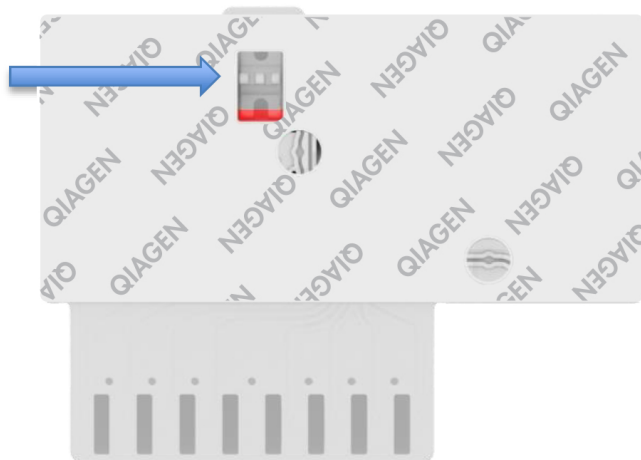

Рис. 23. Окно проверки пробы (синяя стрелка).
8. Посмотрите в окно для проверки пробы QIAstat-Dx Respiratory SARS-CoV-2 Panel Cartridge и убедитесь, что проба загружена (рис. 23).